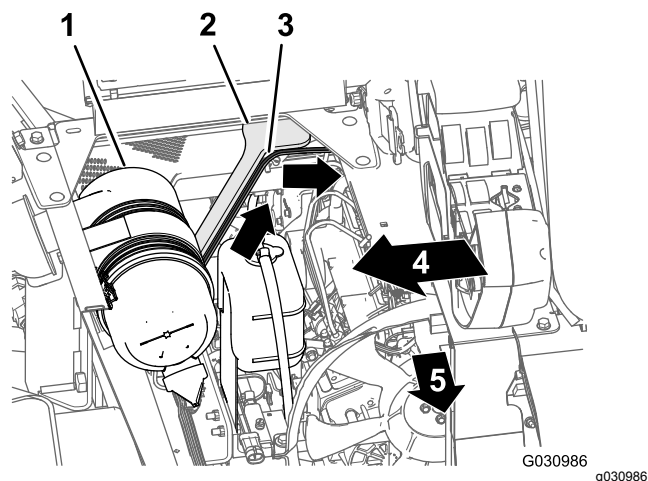

Рисунок 114
1. Проложите ответвление длиной 108 см от жгута проводов вверх и внутрь задней части отсека двигателя вдоль правой опоры кожуха двигателя – передней части воздуховода, который соединяет воздушный фильтр с двигателем (**Рисунок 114**).